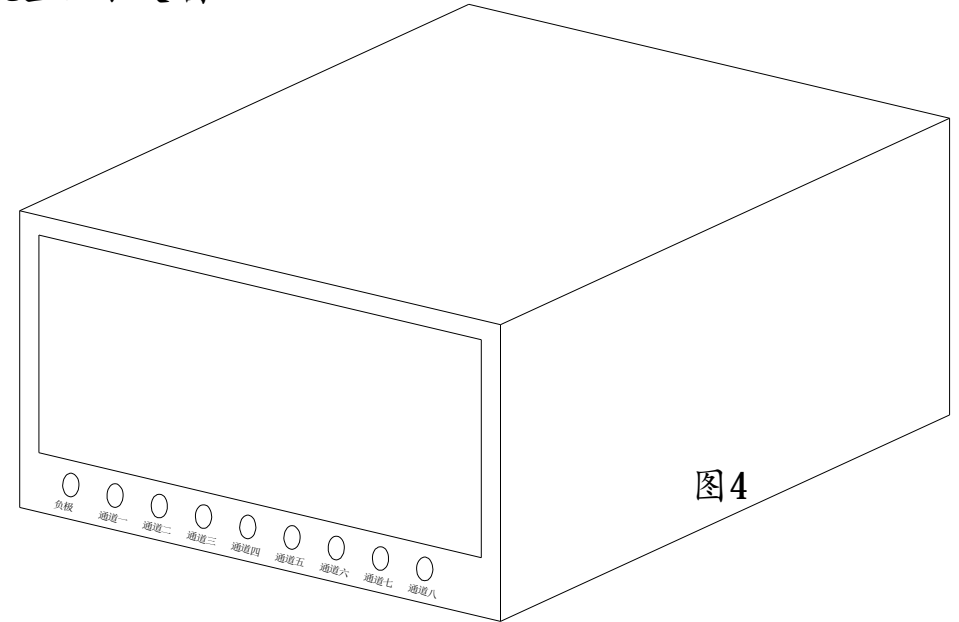

图4
- Ø 见右图4，是设备2的整体外形图（非最终外形，有待修改）；